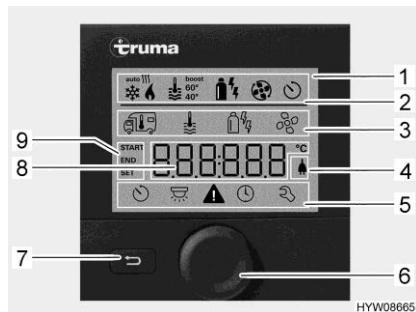
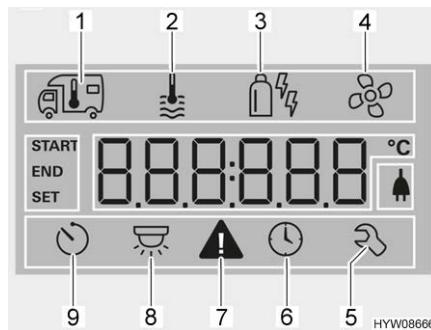

Fig. 152 Centralina di controllo con indicazioni
Fig. 153 Display (centralina di controllo)
- Riga di stato (Fig. 152,2)
- Riga di menu in alto (Fig. 152,3)
- Area di indicazione (Fig. 152,8)
- Riga di menu in basso (Fig. 152,5)
- Premere la manopola/il pulsante (Fig. 152,6) per circa 3 secondi. Vengono visualizzate entrambe le righe di menu (Fig. 152,3 e Fig. 152,5). Il primo simbolo lampeggia.
- Ruotare la manopola/il pulsante (Fig. 152,6), finché viene visualizzato il simbolo del menu desiderato.
- Premere la manopola/il pulsante per memorizzare il valore impostato. Se il valore impostato originariamente non deve essere modificato: Premere il tasto indietro (Fig. 152,7).
- Ruotare la manopola/il pulsante (Fig. 152,6), finché il simbolo del menu del riscaldamento (Fig. 153,1) lampeggia.
- Premere la manopola/il pulsante per memorizzare il valore impostato. Il simbolo nella riga di stato lampeggia (Fig. 152,2), finché viene raggiunta la temperatura impostata. Se il valore impostato originariamente non deve essere modificato: Premere il tasto indietro (Fig. 152,7).
- Ruotare la manopola/il pulsante (Fig. 152,6), finché il simbolo del menu relativo all'acqua calda (Fig. 153,2) lampeggia.
- Premere la manopola/il pulsante per memorizzare il valore impostato. Il simbolo nella riga di stato lampeggia (Fig. 152,2), finché viene raggiunta la temperatura dell'acqua impostata. Se il valore impostato originariamente non deve essere modificato: Premere il tasto indietro (Fig. 152,7).
- Ruotare la manopola/il pulsante (Fig. 152,6), finché il simbolo del menu relativo alla modalità di funzionamento (Fig. 153,3) lampeggia.
- Ruotare la manopola/il pulsante (Fig. 152,6), finché il simbolo del menu delle ventole (Fig. 153,4) lampeggia.
- Ruotare la manopola/il pulsante (Fig. 152,6), finché il simbolo del menu del timer (Fig. 153,9) lampeggia.
- Premere la manopola/il pulsante. Il timer è attivato. Il simbolo del timer (Fig. 153,9) lampeggia quando il timer è programmato e attivo.